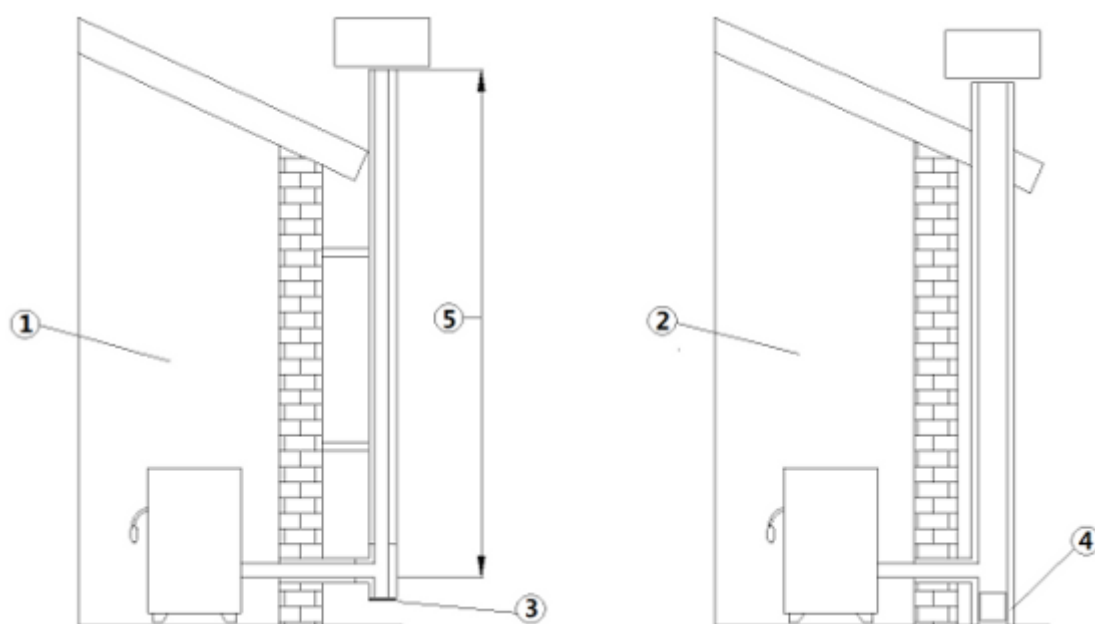

Fig. 2 - Conduas de evacuação de fumos
**LEGENDA** Fig. 2 pág. 5
- A conduta de evacuação de fumos deve ser individual (ver **Fig. 2 pág. 5**) com tubos inox isolados (1) ou em uma chaminé já existente (2).
- Ambas as soluções devem ter uma tampa de inspeção (3) e/ou porta de inspeção (4).